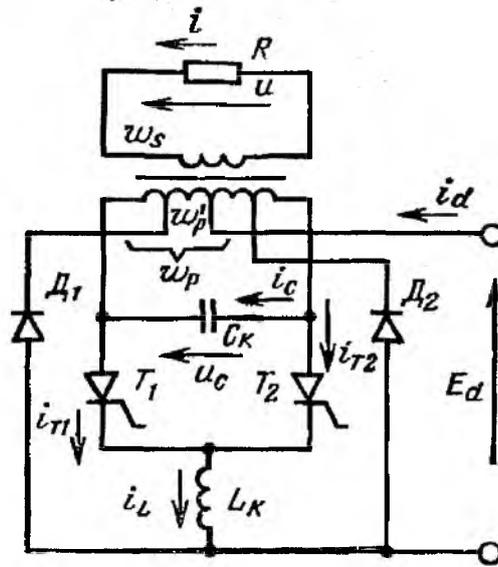

Рис. 22. Однофазный инвертор со схемой выключения тиристоров параллельного типа и обратными диодами, присоединенными к ответвлениям обмотки трансформатора
28. Инвертор с параллельной схемой выключения тиристорov (рис. 22) работает на чисто активную нагрузку с сопротивлением  $R = 20$  Ом. Коэффициент трансформации трансформатора  $k_{\text{тр}} = 2$ , время восстановления запирающей способности тиристора  $t_{\text{вос}} = 25$  мкс. Определить параметры цепи коммутации, если допустимый максимальный ток тиристора  $I_{\text{макс.к}} = 40$  А.